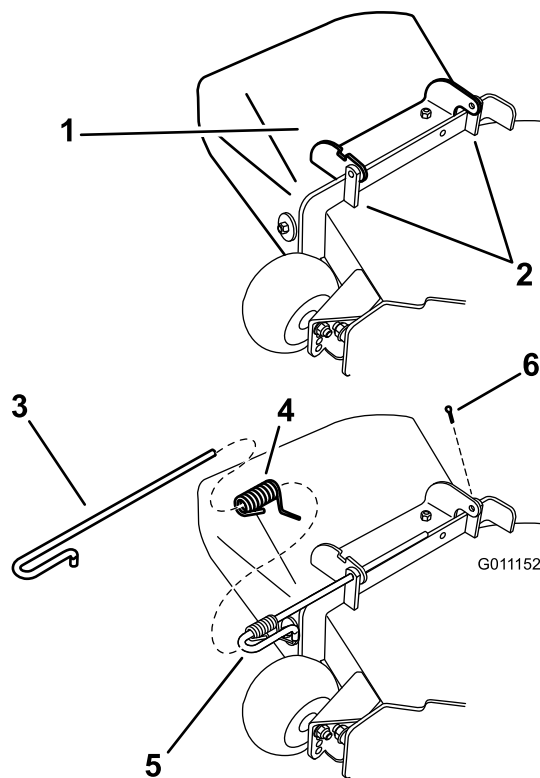

Bild 73
1. Nehmen Sie den Splint von der Stange ab (Bild 73).
2. Entfernen Sie die Feder von der Kerbe in der Ablenkblechhalterung und schieben Sie die Stange aus den geschweißten Mähwerkhalterungen, der Feder und dem Auswurfablenkblech (Bild 73). Entfernen Sie defekte oder abgenutzte Auswurfkanäle.
3. Positionieren Sie das neue Auswurfablenkblech mit den Halterungsenden zwischen den geschweißten Halterungen am Mähwerk, wie in Bild 73 dargestellt.